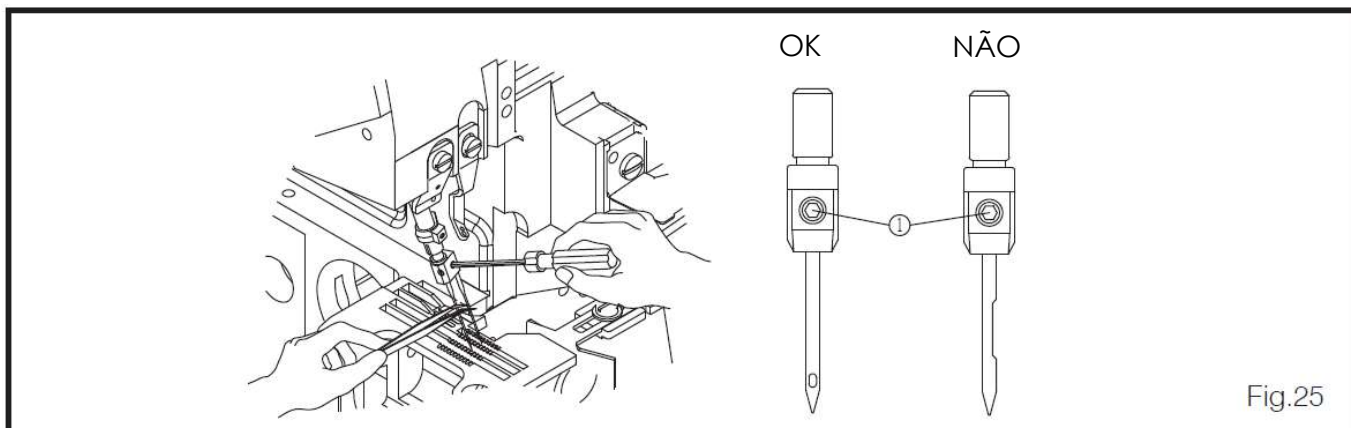

Fig.25
1. Solte o parafuso ① e tire fora a agulha.
3. Insira a nova agulha até alcançar o fim, assim como a ranhura longa está para seu lado. Aperte o parafuso ①. (Fig.25)